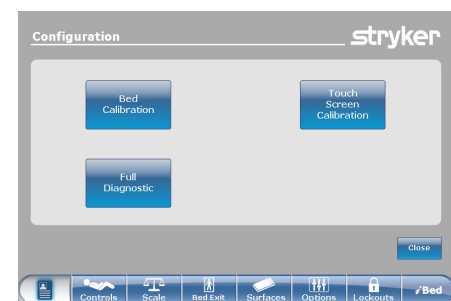

Figure 2 : Écran de configuration
6. Relâchez le bouton «Menu principal», ce qui vous mènera à l'écran de configuration illustré à la Figure 2.